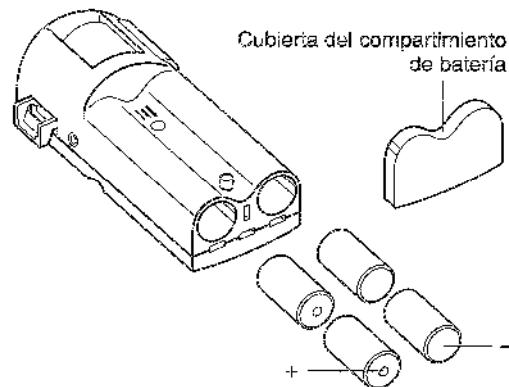

Figura 3: Instalación de las pilas
2. Colocar cuatro pilas alcalinas del formato "C", orientándolas como indicado en la figura 3. Volver a colocar la cubierta del compartimiento de batería.